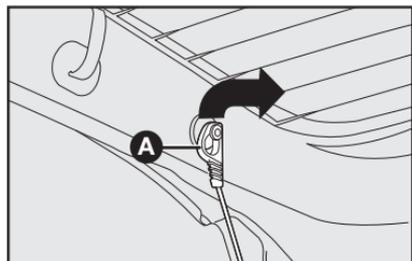

fig. 82
1) Soltar as extremidades superiores A-fig. 82 dos dois tirantes, desprendendo as argolas dos pinos.